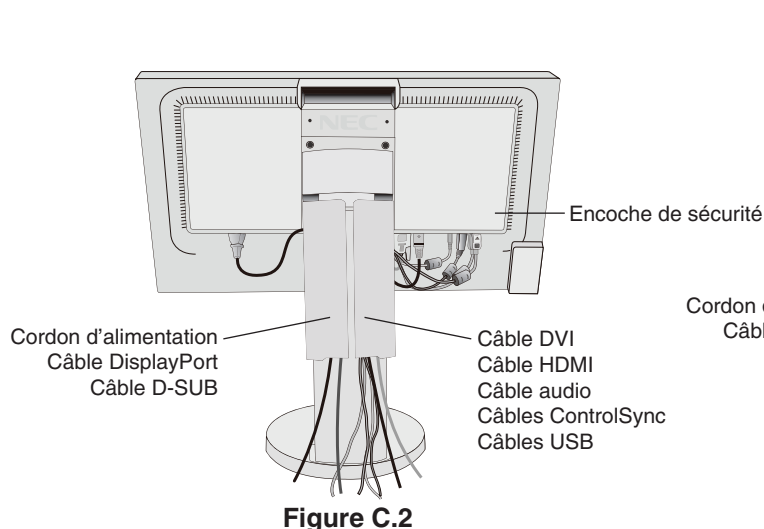
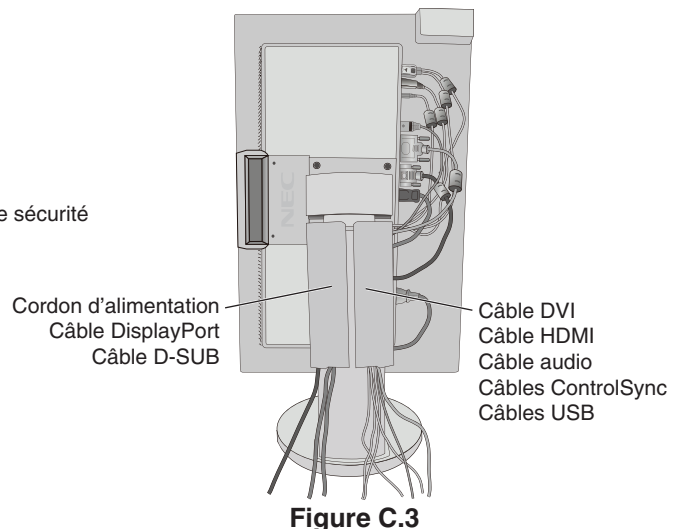

Figure C.2
Figure C.3
5. Pour que les câbles restent bien organisés, disposez-les dans le cache-câbles intégré au support. Placez les câbles dans les crochets fermement et à une distance égale (**Figure C.2** et **Figure C.3**).